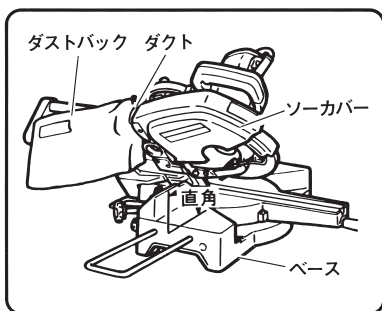

図 38
- (1) ダストバック内に切りくずがいっぱいになると，手前に切りくずが飛散します。いっぱいになる前にダストバックより切りくずを取り除いてください。
- (2) 傾斜切断の際は，図38のようにベース面とほぼ直角になるようダストバックを取付けてご使用ください。